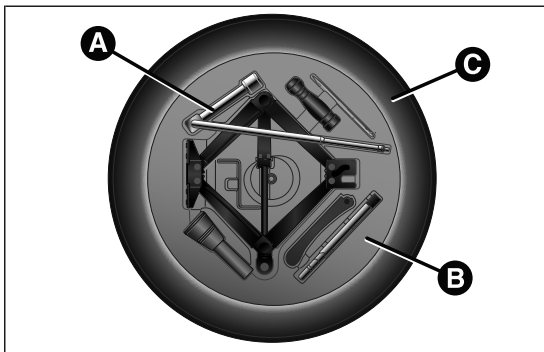

fig. 146
- ☐ utilizando la llave A fig. 146 situada en la caja de herramientas, aflojar el dispositivo de bloqueo, tomar la caja de herramientas B y colocarla al lado de la rueda que debe cambiarse. A continuación, tomar la rueda de repuesto C;